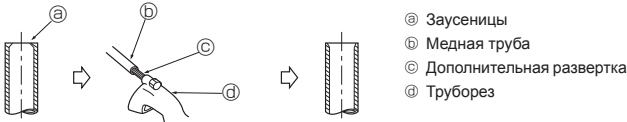

Fig. 5-3
5.3.2. Удаление заусениц (Fig. 5-3)